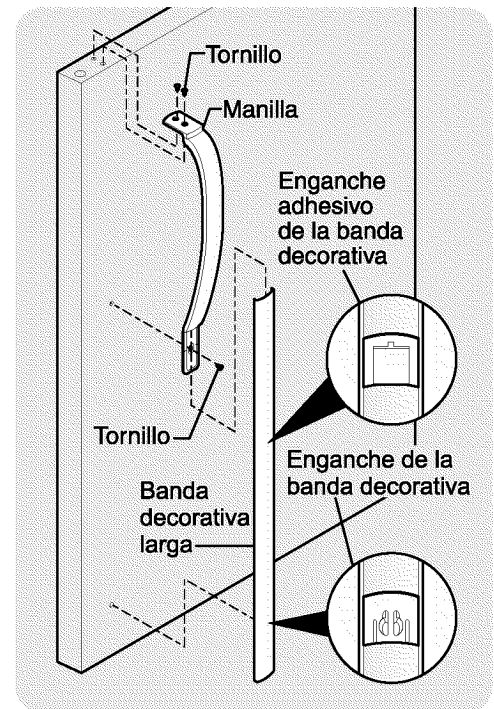
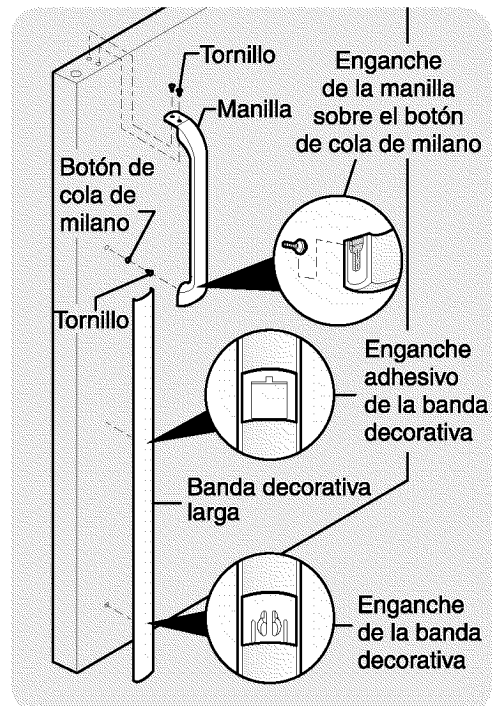

Figura 1
Figura 2
7. Enrolle el exceso de la tubería de suministro de agua (aproximadamente 2½ vueltas) detrás del refrigerador, como se muestra en la figura 1, y arregle la tubería enrollada de manera tal que no vibre o se desgaste por el roce con otra superficie.
En ciertos modelos, la puerta del refrigerador tiene una banda decorativa larga que se extiende desde la parte inferior de la manilla hasta la parte inferior de la puerta. La parte superior de la banda está sujeta al soporte de la manilla (figura 1) o encaja debajo de la base de la manilla (figura 2). En la mitad de la banda hay un “enganche adhesivo”. La parte inferior de la banda decorativa se mantiene fija en su lugar mediante un enganche adhesivo o un enganche de dos clavijas que se introducen en un orificio en la parte delantera de la puerta.
##### Manillas del tipo mostrado en la figura 1
##### Manillas del tipo mostrado en la figura 2